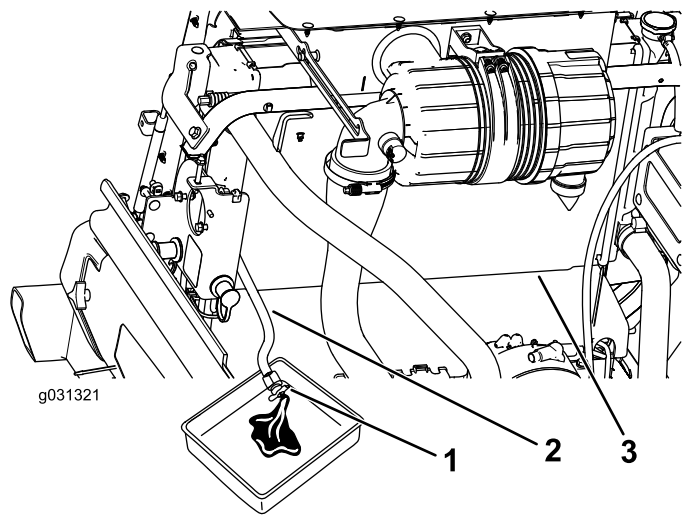

Figura 121
3. Com o tubo de drenagem do radiador colocado num recipiente de drenagem, abra a válvula de drenagem no tubo do radiador e drene o fluido para um recipiente de drenagem (Figura 121).